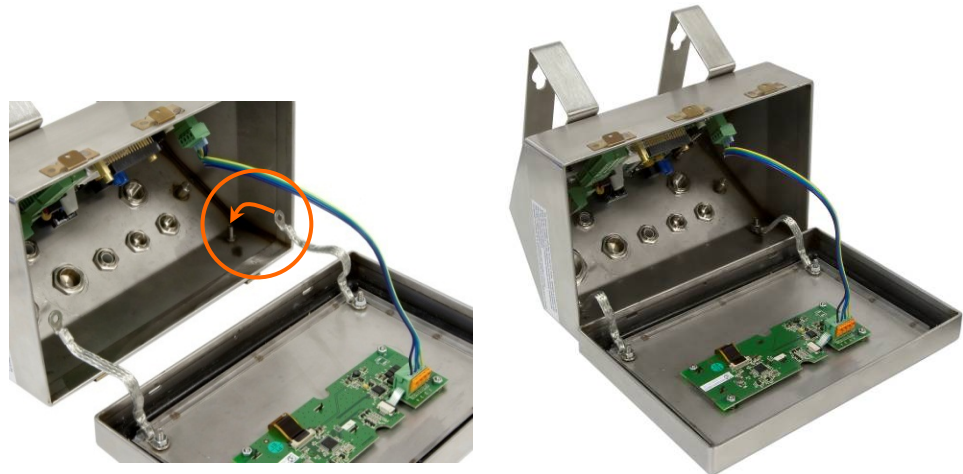

Figura 2-22: coperchio rovesciato
1. Ruotare con attenzione il coperchio anteriore di 180 gradi e riapplicare le due cinghie di terra ai due perni accanto ai manicotti di serraggio utilizzando i due dadi precedentemente rimossi come mostrato in Figura 2-22. Serrare i due dadi.